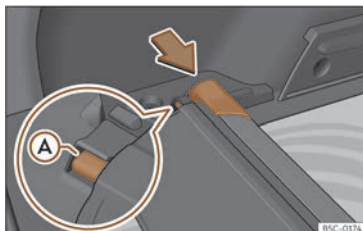

Fig. 124 No maleteiro: aloxamento para gardar a bandexa enrolable.
- Prema o cabezal da bandexa enrolable no sentido da frecha ata que encaixe no aloxamento previsto para este uso»» **fig. 124**. Asegúrese de que o patín **A** encaixa no aloxamento correspondente.